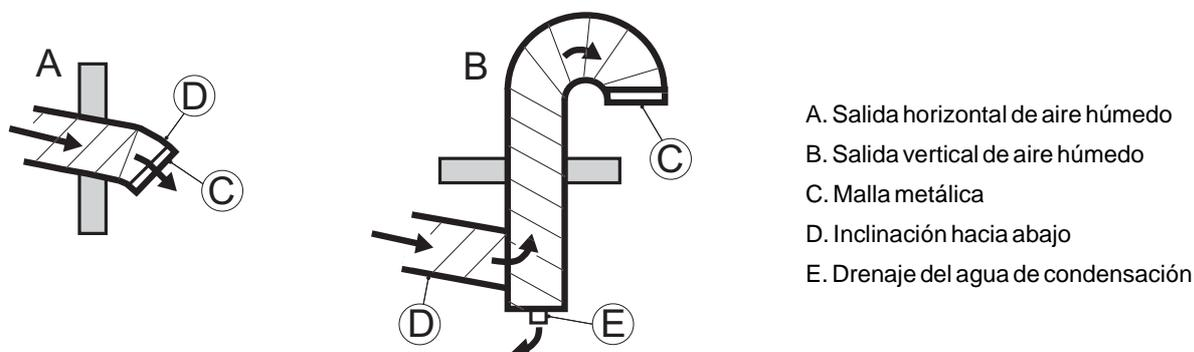

Figura 3.25 Diseño de la salida de aire húmedo
- Los conductos horizontales de aire húmedo deben instalarse con una ligera inclinación (lejos del deshumidificador) para drenar una posible condensación. Los drenajes de condensación adecuados se deben instalar en puntos bajos del conducto de salida del aire húmedo. Consulte *Figura 3.25*.